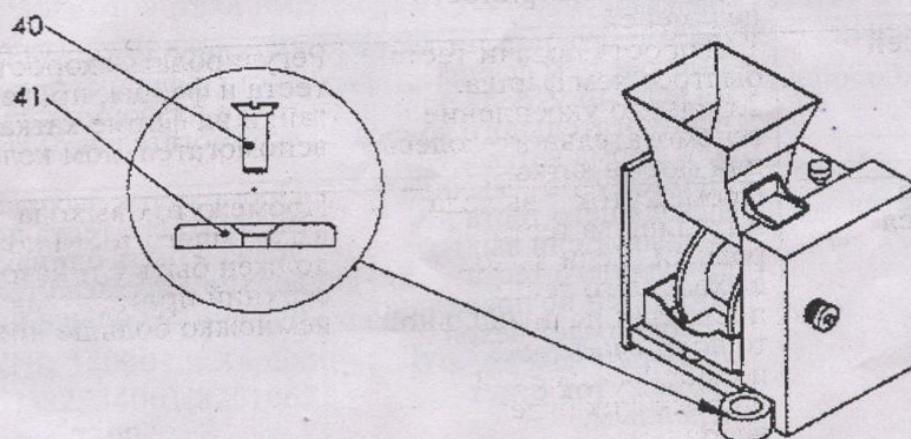

Рис. 12 40.винт 41стопорное кольцо на конце вала
- (1)Перед эксплуатацией все детали и узлы, соприкасающиеся с пищевыми продуктами, должны быть очищены.
- (2)Разобрать головку для пельменей следующим образом: оттянуть фиксирующий штифт(2)(см.рис.1), поворачивать рамку для формирования пельменей(4) по часовой стрелке на 90°. Вывинчивать винт (40)(см.рис.12), вынимать стопорное кольцо на конце вала (41), и снять головку(4). После этого поставить соответствующую головку. Порядок сборки узлов, в обратном порядке разборки.